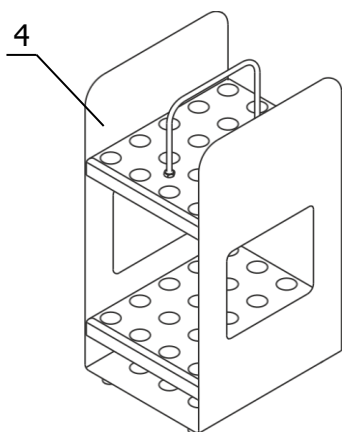

Рисунок 2 — Корзина для ампул
1.4.5 Термостатирование проб жира в ампулах происходит в извлекаемой корзине 4 (рисунок 2), вмещающей 20 ампул диаметром 10 мм.